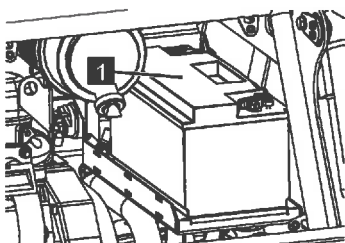

Abb. 208
4. Das rote Kabel mit dem Pluspol (Abb.208/1) der Batterie verbinden.